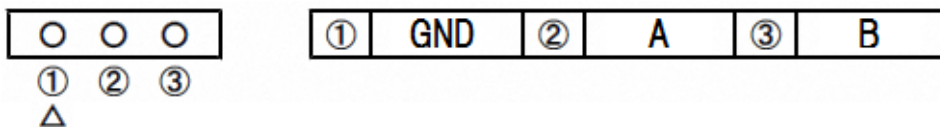

図7 ロータリーエンコーダ用接続ケーブルのピン配置
ロータリーエンコーダは、設計製作回路①に接続して使用する。資料3に外観と規格を示す。接続ケーブルは、図7に示したピンヘッド仕様に適合するコネクタである。